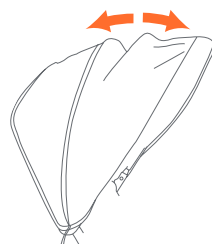

Fig. 8b
- **Pour ouvrir l'auvent :** poussez vers l'avant sur le bord avant de l'auvent, tout en maintenant le bord arrière en position stable (Fig. 8b).
- **Pour plier l'auvent :** tirez vers l'arrière sur le bord avant (Fig. 8b).